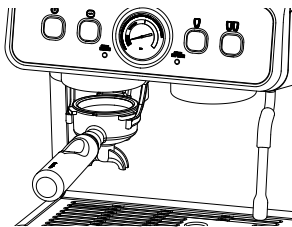

Fig. 6
3. Zoals getoond in Fig. 6, plaats je de filterhouder (12) met een filter voor een enkele kop koffie (13) of twee koppen koffie (14) onder de maalluitgang (5).